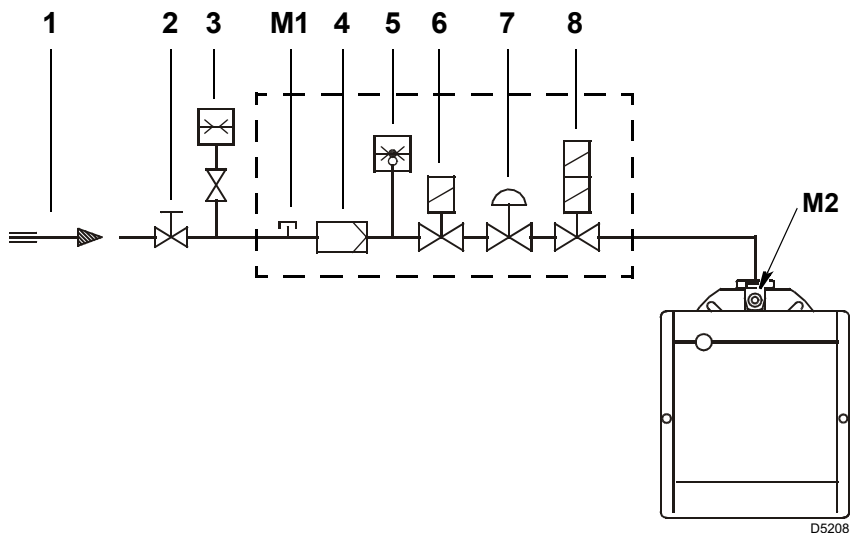

Fig. 16
Leyenda (Fig. 16)
Presión del gas medida en la toma M2)(Fig. 16), con:
- sustraer de la presión del gas en la toma M2)(Fig. 16) la presión en la cámara de combustión.
$$\begin{aligned} \text{Presión del gas en la toma (M2)(Fig. 16)} &= 10 \text{ mbar} \\ \text{Presión en la cámara de combustión} &= 2,2 \text{ mbar} \\ 10 - 2,2 &= 7,8 \text{ mbar} \end{aligned}$$
Para conocer la presión del gas necesario en la toma M2)(Fig. 16), fijada la potencia máxima de modulación a la cual se desea que funcione el quemador:
- Leer a la derecha, columna 1, la presión en la toma M2)(Fig. 16).